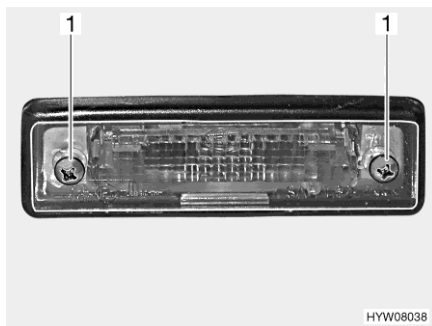

Fig. 207 Luci posteriori (luce targa)
- Svitare due viti degli involucri (Fig. 207,1).